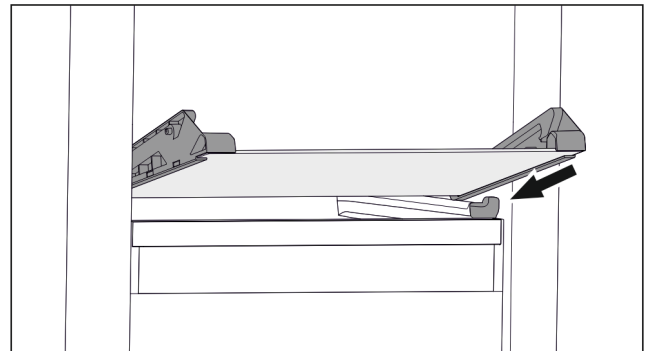

Fig. 108 Glasplatte des abklippbaren Schubfachs
- ▶ Glasplatte schräg hinter den Stopperr aufsetzen. (zie Fig. 108)